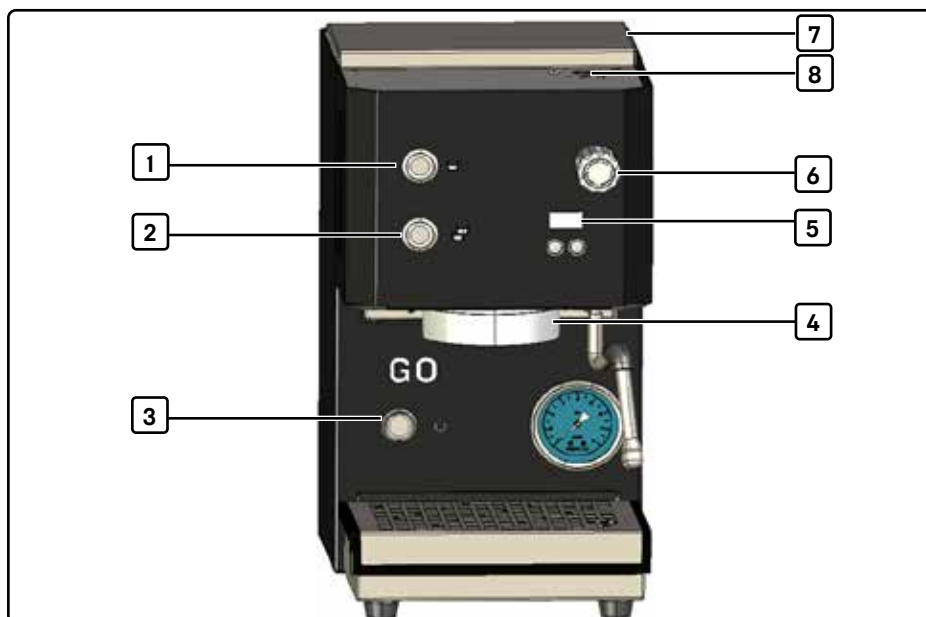

Fig. 5 Représentation sans porte-filtre
1. Retirez le réservoir d'eau [7, Fig. 5] et nettoyez-le soigneusement (voir chapitre 11.5, « Nettoyage du réservoir d'eau »).
4. Appuyez sur le bouton marche/arrêt [3, Fig. 5].
1. Placez le récipient sous le groupe de percolation [4, Fig. 5]. L'ouverture du récipient doit être au moins aussi grande que celle du groupe de percolation.
2. Appuyez sur l'un des boutons de tirage [1, 2, Fig. 5].